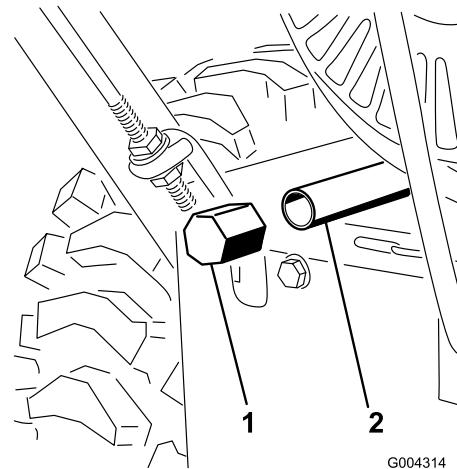

Figure 32
4. Placez un bac de vidange sous le tube de vidange et retirez le bouchon (Figure 32).